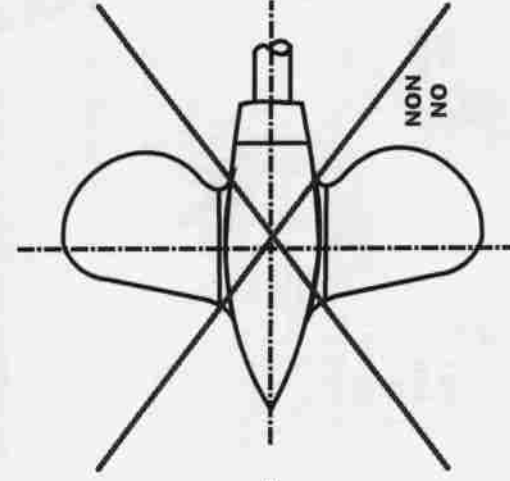

Fig. 7
- L'hélice ne doit jamais se trouver dans la position de la fig. 7.
- The propeller must never get the position of fig. 7.